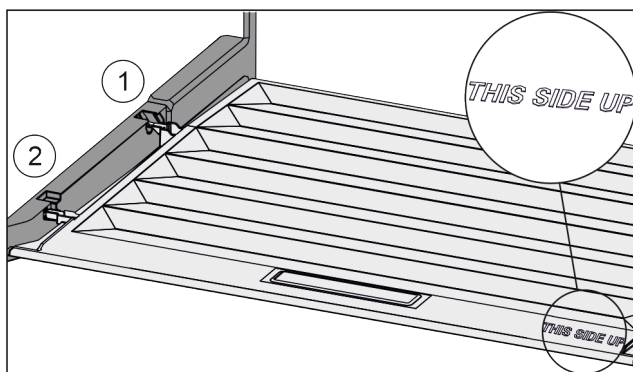

Fig. 34
- Výstupky víka zaveďte do zadních držáků Fig. 34 (1) a vpředu zaklesněte do držáku Fig. 34 (2).